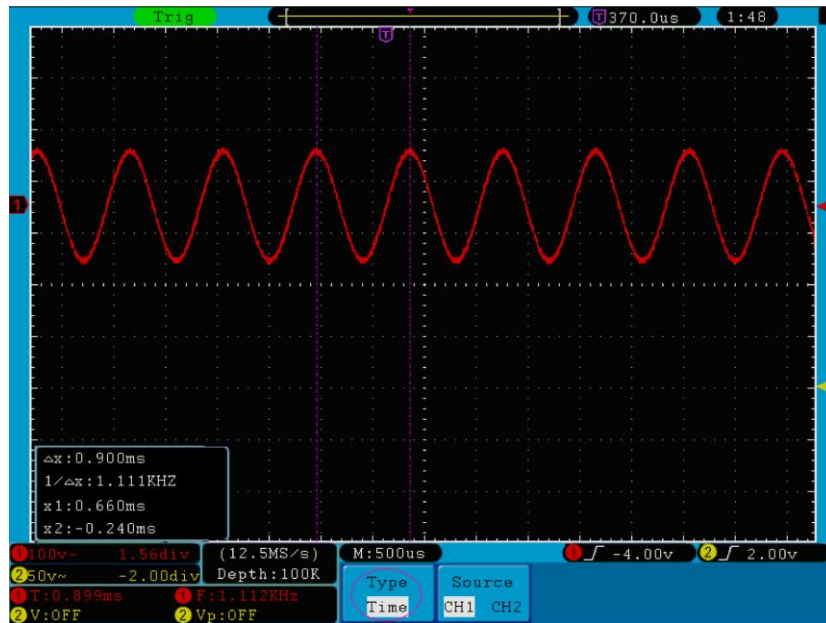

Abb. 72 Wellenform bei der Messung mit dem Cursor
- Stellen Sie die Positionen von **CURSOR1** und **CURSOR2** entsprechend der zu messenden Wellenform ein; es erscheinen dann Zyklus und Frequenz von Cursor 1 und Cursor 2 im Fenster. Die aktuelle Position von Cursor 1 wird unter Cursor1, die von Cursor 2 unter Cursor2 angezeigt (siehe **Abb. 72**).